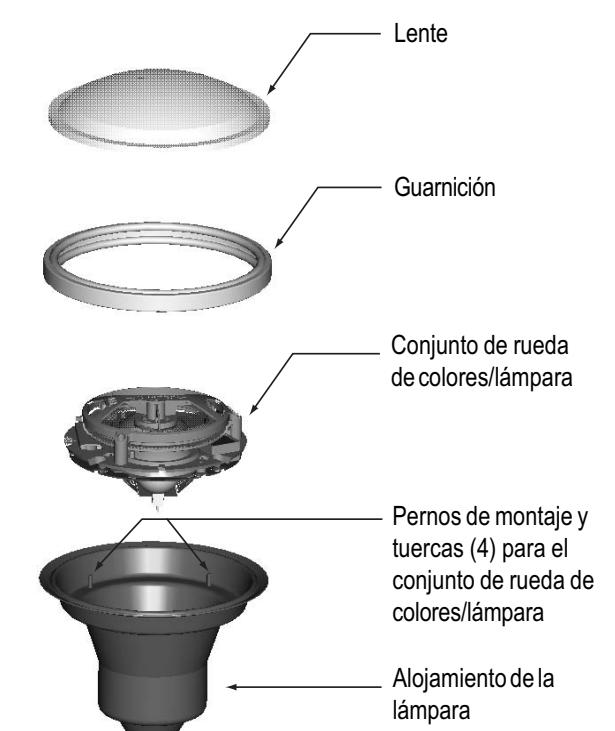

Figura 2.
## Sección V. Reemplazo sólo de la lámpara, véase la Figura 2
2. Con la lámpara apoyada sobre su base, coloque el conjunto de lente/guarnición en el artefacto de iluminación y posíónelo de manera que el indicador blanco en el conjunto de la rueda de colores/lámpara apunte a la “O” de la palabra “TOP” en la superficie del lente. Vea la Figura 2.